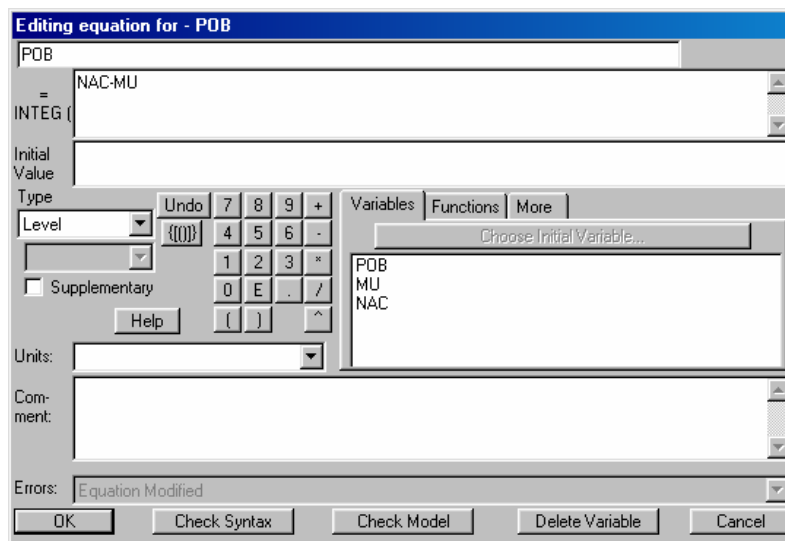

Figura 12: Cuadro de diálogo para introducir la ecuación de la variable POB.
1. Para introducir la ecuación de la variable de estado (POB) pulsar una vez sobre su caja negra. Aparece la ventana que se muestra en la Figura 12. La ecuación que se debe de introducir es la ecuación (1) del modelo. Las ecuaciones de estado en Vensim quedan perfectamente definidas al dibujar el diagrama de Forrester, por tanto en este caso únicamente hay que introducir el valor inicial de la variable de estado (Initial Value = 1600) y las unidades de las variable (Units = personas). A continuación se pulsa el botón de **OK**.